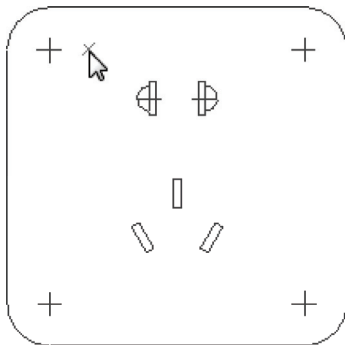

图 2-23 确定矩形角点
STEP 03 在绘图区左上方的合适位置处单击鼠标左键，确定矩形角点，如图 2-23 所示。